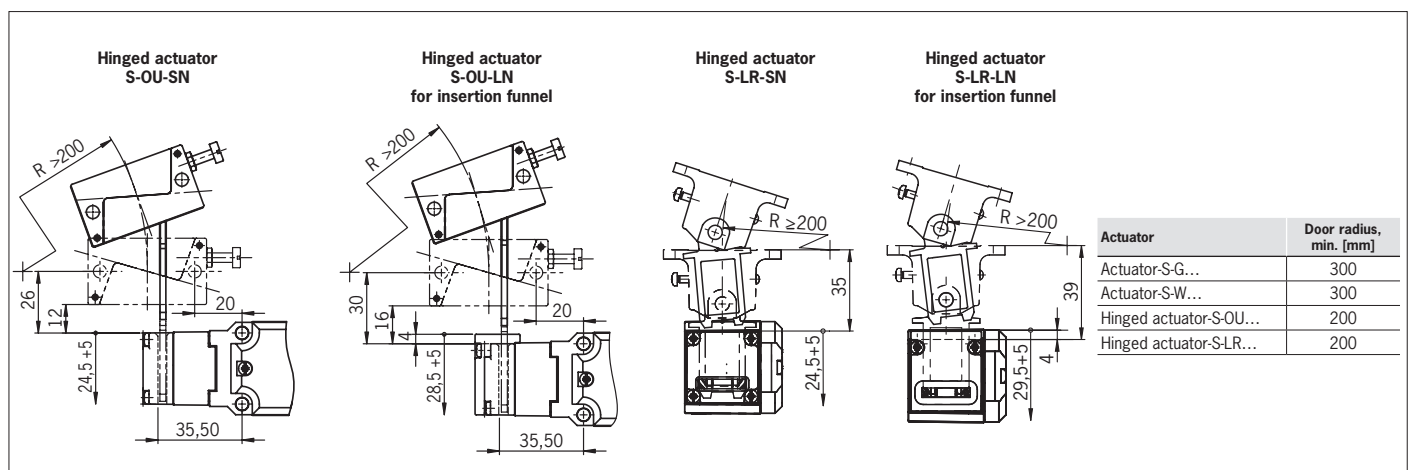

Fig. 4: Minimum door radii
▶ Tenez compte également du rayon de porte et des possibilités de fixation (voir Fig. 4).